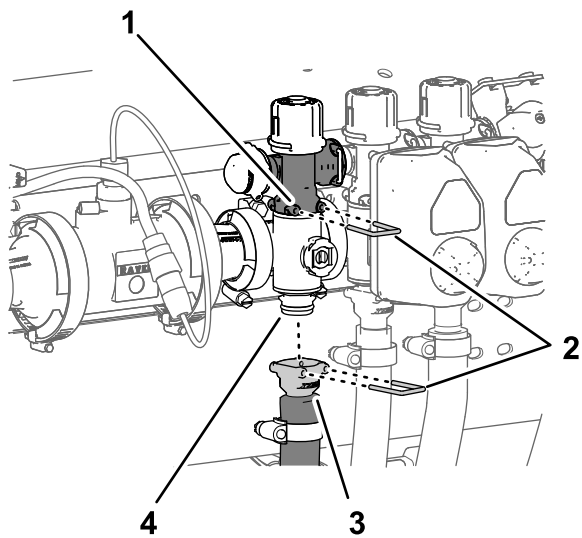

Рисунок 106
- Снимите штифт быстроразъемного соединения, который крепит быстроразъемный соединитель перепускного клапана секции к коллекторному клапану секции (Рисунок 106).
- Снимите штифт быстроразъемного соединения, который крепит быстроразъемный соединитель шланга подачи секции к коллектору быстроразъемного штуцера на коллекторном клапане секции (Рисунок 106).